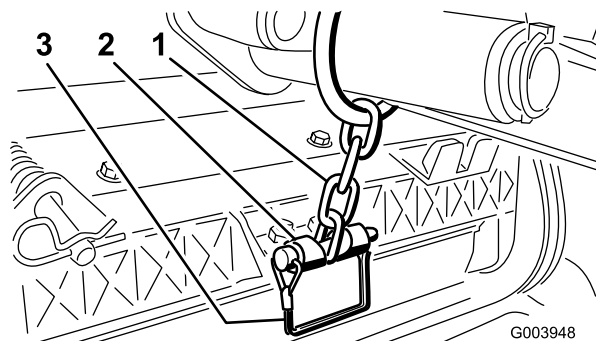

図 13
12. スナッパピンを使って、昇降アームのチェーンを昇降アームに固定する（図 13）。カッティングユニットのオペレーターズマニュアルに従って、決められたリンクを使用すること。